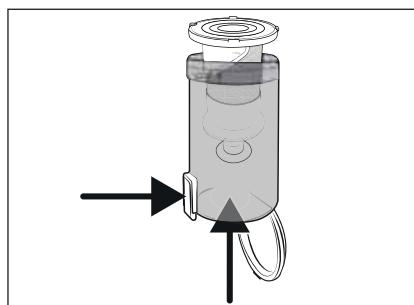

Fig. 18
- 3) Retirez le filtre en acier inoxydable ⑤ du bac à poussière ⑥, en appuyant sur la touche de déverrouillage du couvercle du bac à poussière ⑦. Glissez alors le filtre en acier inoxydable ⑤ hors du bac à poussière ⑥, par le bas (voir fig. 18).